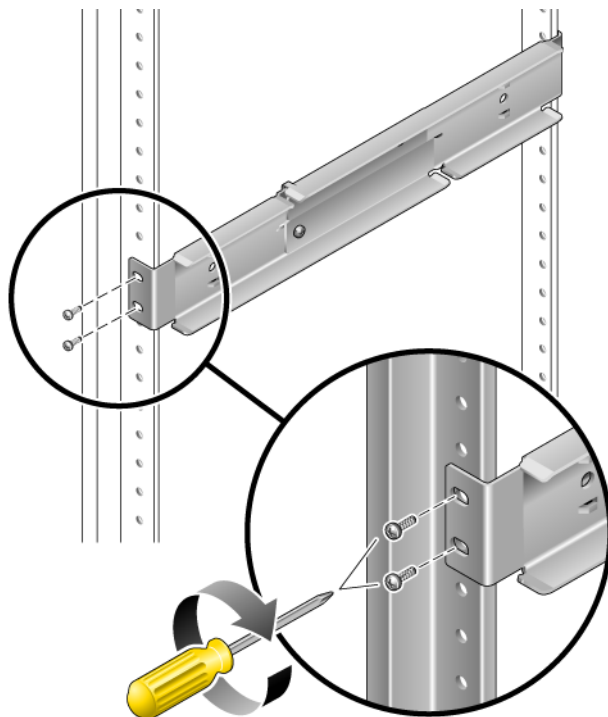

図 3-16 ラックへの調整可能レールの前面の固定
3. 調整可能レールの 1 つをラックの取り付け位置まで持ち上げます。2 本のねじを使用して、レールの前面をラックに固定します (図 3-16)。